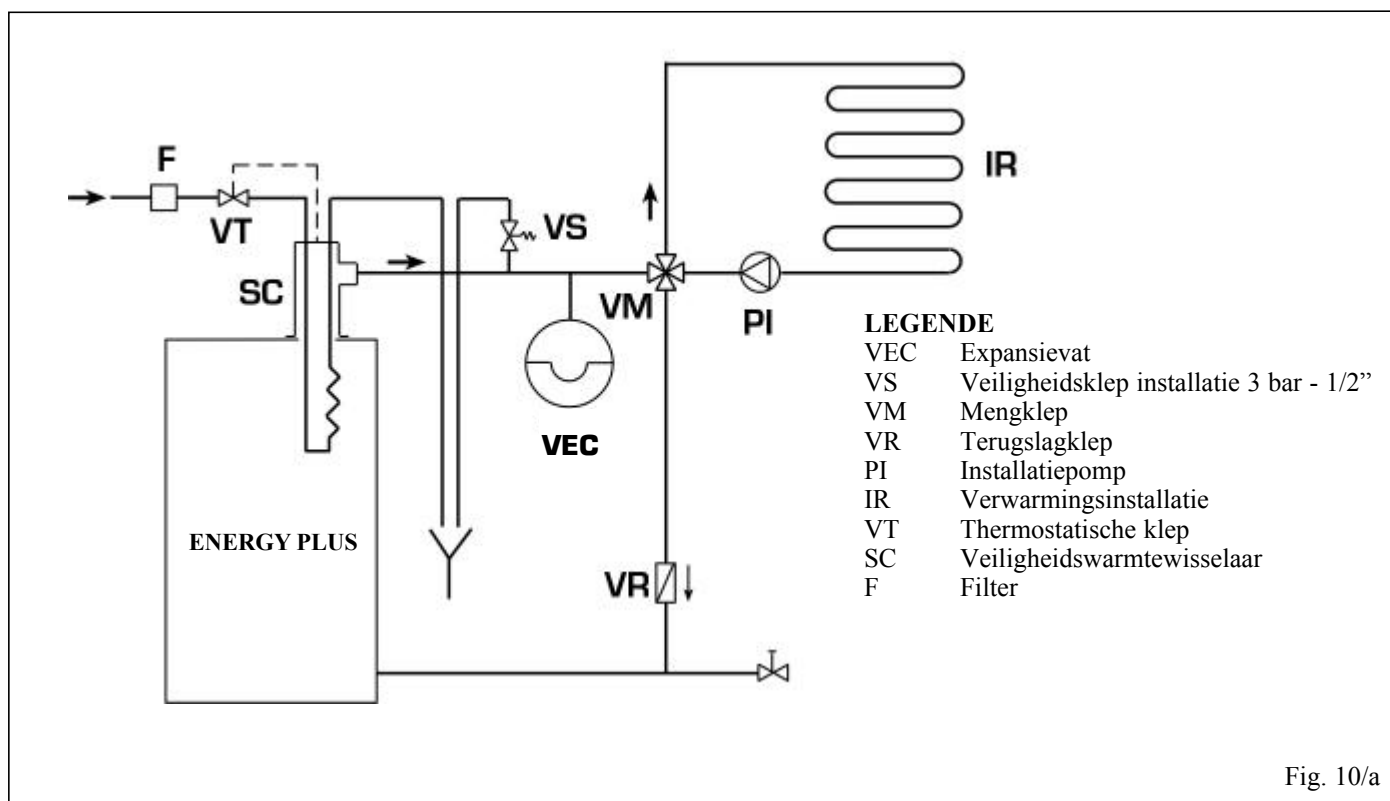

Fig. 10/a
- De installatie waar de ketel op aangesloten is moet bij voorkeur over een systeem met een expansievat van het open type beschikken (fig. 10).